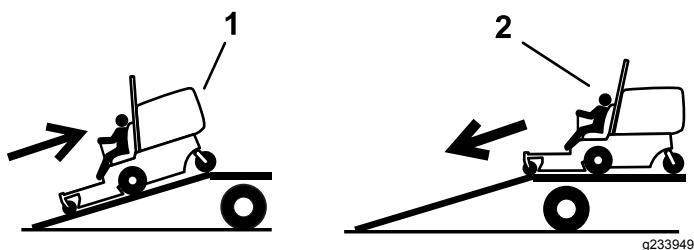

Bild 28
4. Fahren Sie die Maschine rückwärts die Rampe hoch (Bild 28).
2. Fahren Sie die Maschine vorwärts von der Rampe herunter (Bild 28).